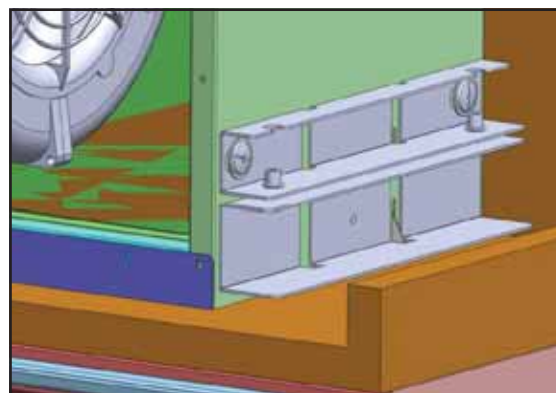

FIG.6
- 5) Fixez les supports d'installation inférieurs sous les supports d'installation supérieurs, situés des côtés gauche et droit du bâti (Fig. 6).